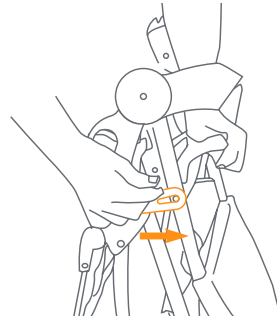

Fig. 22b
- Secure the stroller in the folded position by locking the fold latch, located on the right side of the stroller, over the rivet that protrudes from the frame (Fig. 22b).
- El carrito se asegura en la posición plegada por el bloqueo que esta localizado en el lado derecho del carrito sobre el remache que sobresale del armazón (Fig. 22b).